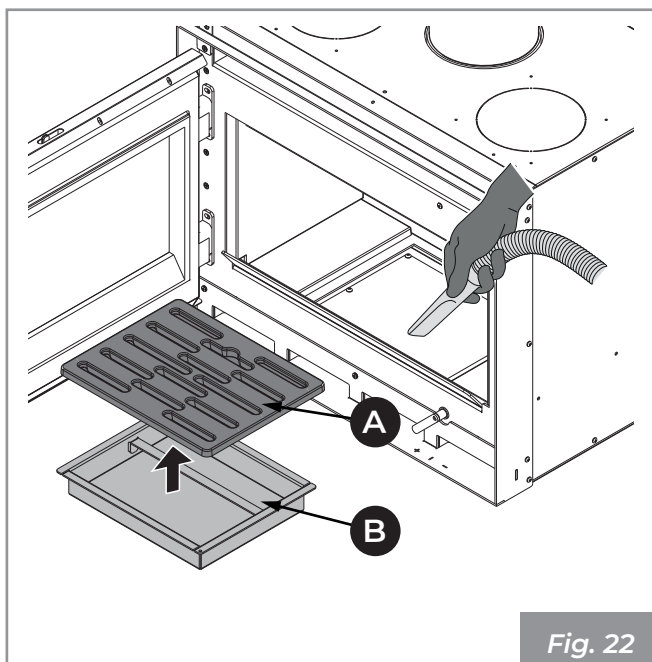

Fig. 22
- 1) Limpiar cuidadosamente la rejilla (A) (Fig. 22). Retirla y efectuar la limpieza del fogón utilizando una escobilla (no en dotación) llevar los residuos de la combustión al cajón de cenizas.